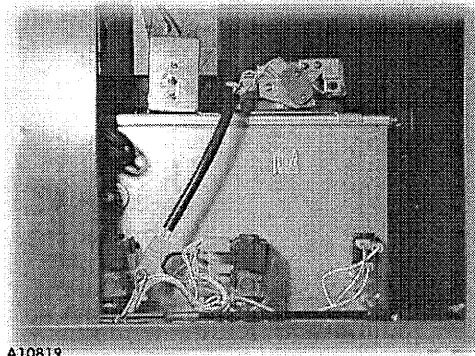

Figura 4.3 Tapa del Tanque de Agua
El ensamble de la tapa del tanque de agua se embarca dentro de la tina de desperdicios. Instale la tapa del tanque de agua y asegúrelo con las dos (2) tuercas. Conecte el arnés al arnés del gabinete. Ver Figura 4.3.